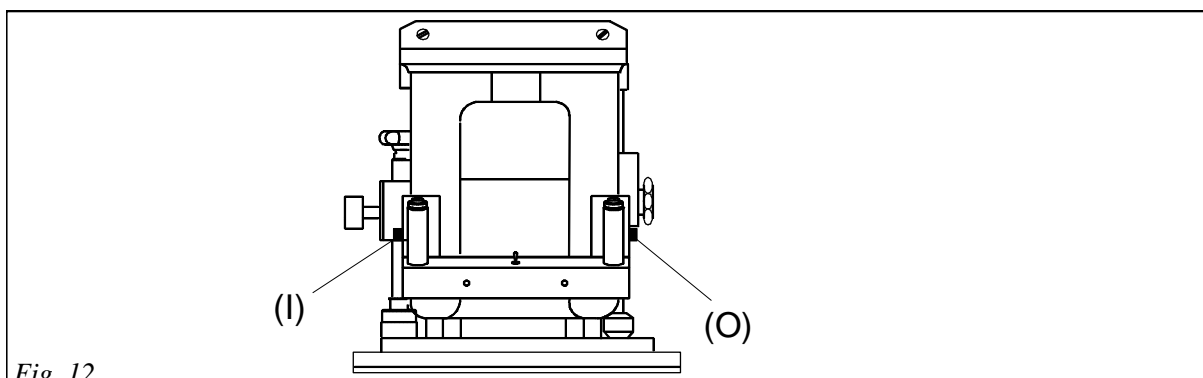

Fig. 12
- b) azionare il pulsante di spostamento carrello da destra verso sinistra (O) oppure quello da sinistra verso destra (I and L2) affinché il carrello possa ricoprire totalmente (Fig. 12);